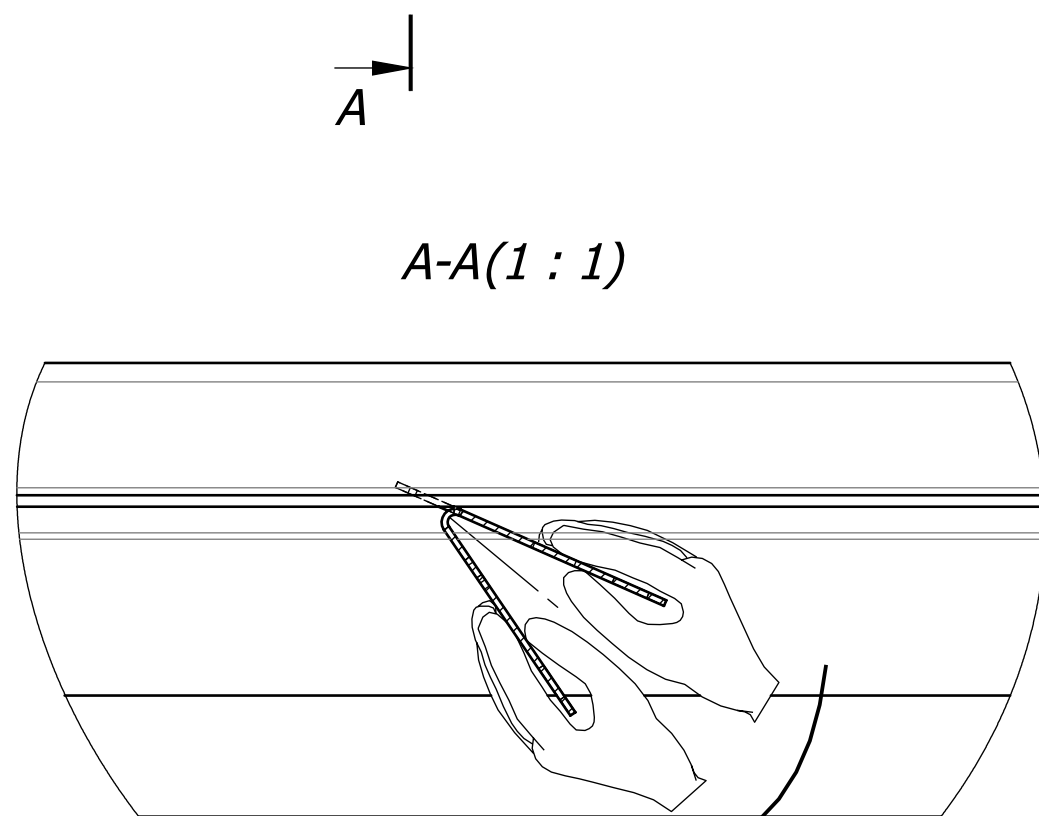
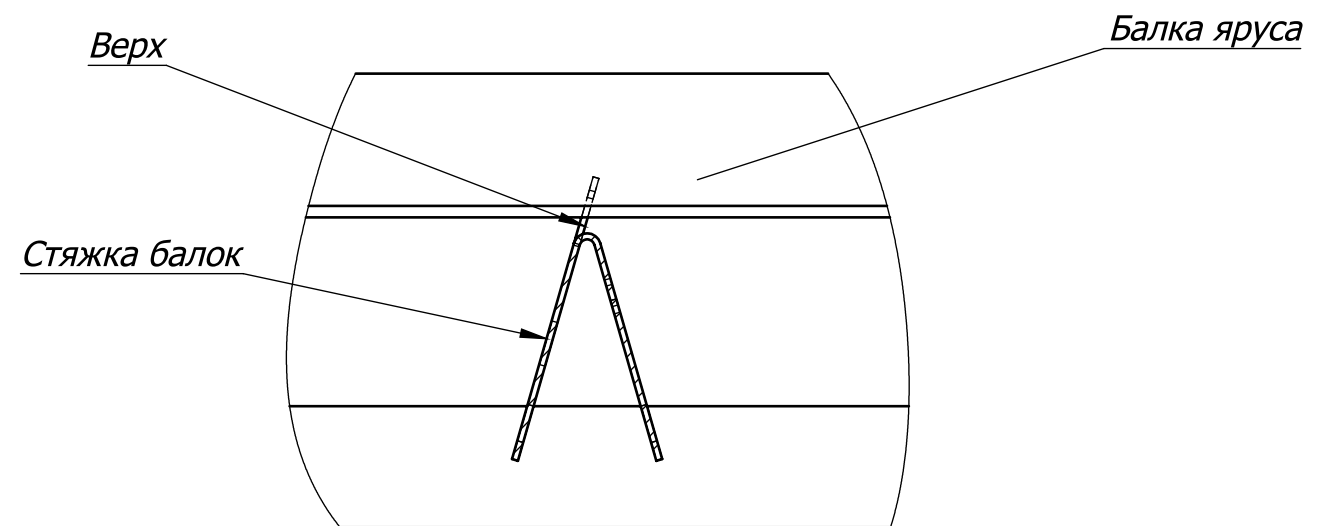

Рис.2
Рис.3
3. Убедитесь, что верхний и нижние зацепы не упираются в балку яруса, а установочные пазы попадают в нижний гиб балки (См. Рис.1). Затем взявшись двумя руками за гибы стяжки балок (См. Рис.2), поворачивайте стяжку балок на 90° преодолевая усилие до характерного "щелчка" (Стяжку держать в местах рядом с балкой во избежании деформации гибов стяжки при повороте). Правильно установленная стяжка должна выглядеть как перевернутая на 180° латинская буква V. (См. Рис.3).